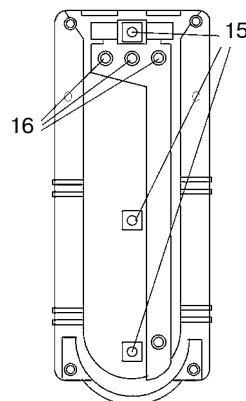

Рисунок 4 – Обратная сторона основания
- 7.3 Вскрыть в основании (рисунок 4) необходимое количество отверстий (16) для ввода проводов.